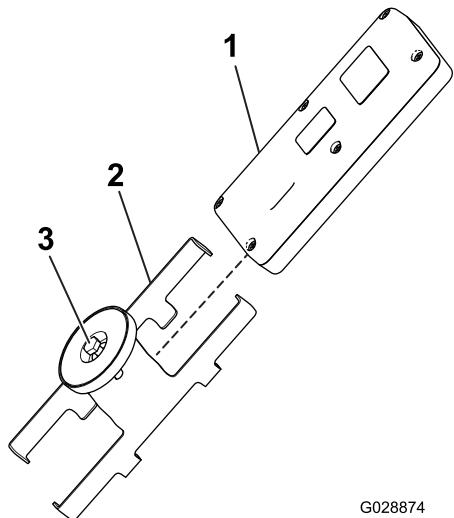

Figura 22
5. Monte o comando remoto no suporte magnético remoto, una as metades do suporte em conjunto para prender o comando e aperte o parafuso no íman (Figura 22).